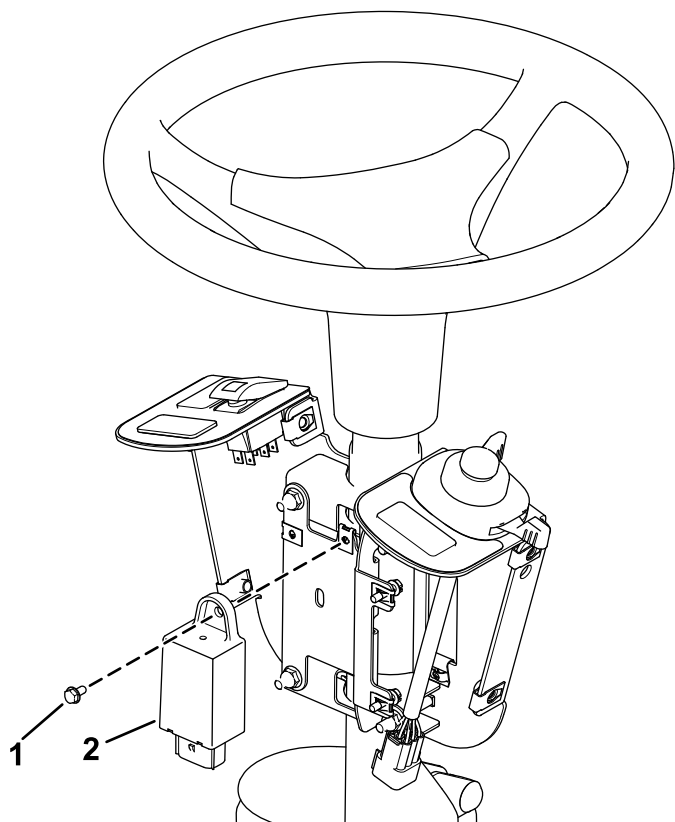

Figure 6
4. Fixez la centrale clignotante sur la plaque de montage des fusibles à l'aide de 2 vis (n° 10 x 3/8"), comme montré à la Figure 6.